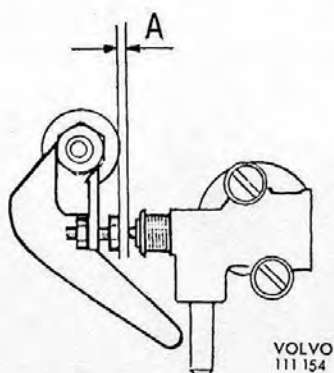

Fig. 17. Afstelling van de warme startklep
8. Stel de warme startklep af. Met de bedieningsstangen (7, Fig. 9) in de onderste stand gedrukt, moet de afstand (A, Fig. 17) tussen bedieningsstang en stelschroef ongeveer 1.0 mm bedragen. (Kontroleer of de bedieningsstangen vrijelijk kunnen bewegen).